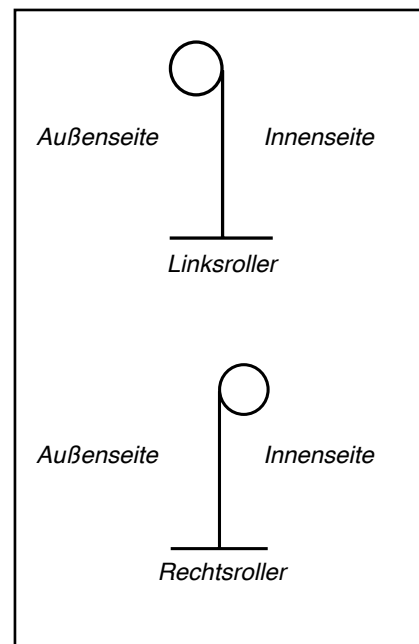

Abb. 4 : Montage als Einbaurolläden
- Es gibt 2 Montagemöglichkeiten als EinbauRolladen: Rechtsroller und Linksroller, siehe Abb. 4